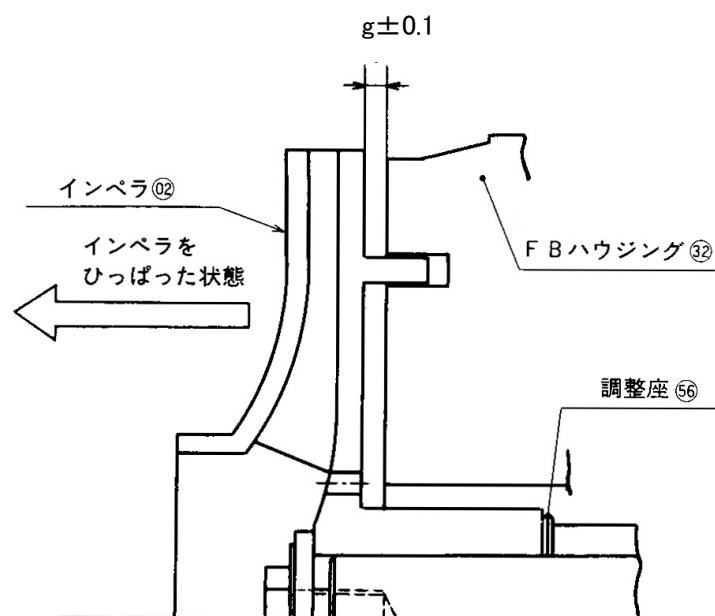

図3
- (1) 吐出側、吸込側その他補助配管類のバルブを全て閉じます。
- (2) 安全に注意して、配管内の液を排出します。
- (3) ドレン用プラグ(59)またはドレン用バルブを開け、ポンプ内の液を排出します。
- (4) 配管の荷重がポンプにかかっていますので、ケーシング(01)の下に適当な枕を敷いて下さい。
- (5) ケーシング(01)を締め付けているボルト(46C)を取外します。その時排出しきれなかった液が出てきますので注意下さい。
- (6) ホルダ(41)とベース(40)を締め付けているボルト(46D)を取り外します、ベース(40)上をスライドさせ、ポンプ本体をケーシング(01)から引き離しガスケット(66A)を取り外します。
- (7) 図3に示す要領でg寸法を測定し、記録します。
- (8) インペラ(02)を締め付けているボルト(46A)をロックしているロックワッシャ(57A)のつめを伸ばし、ボルト(46A)を外してインペラ(02)を抜き取ります。この時、小物部品を紛失しないよう大切に保管して下さい。特に調整座(56)は、そっくり束ねて保管して下さい。
- (9) ボルト(46B)を外してFBハウジング(32)を外します。その際にFBハウジング(32)のジャッキ穴を使ってゆっくりと抜き始めますと、インローが外れモータ室内の残液が出てきますので、充分注意して作業して下さい。
インペラ(02)を図3のように引っ張った状態で測定したg部の寸法が、表3のg調整値 $\pm 0.1\text{mm}$ となるよう調整座(56)を使用して調整します。